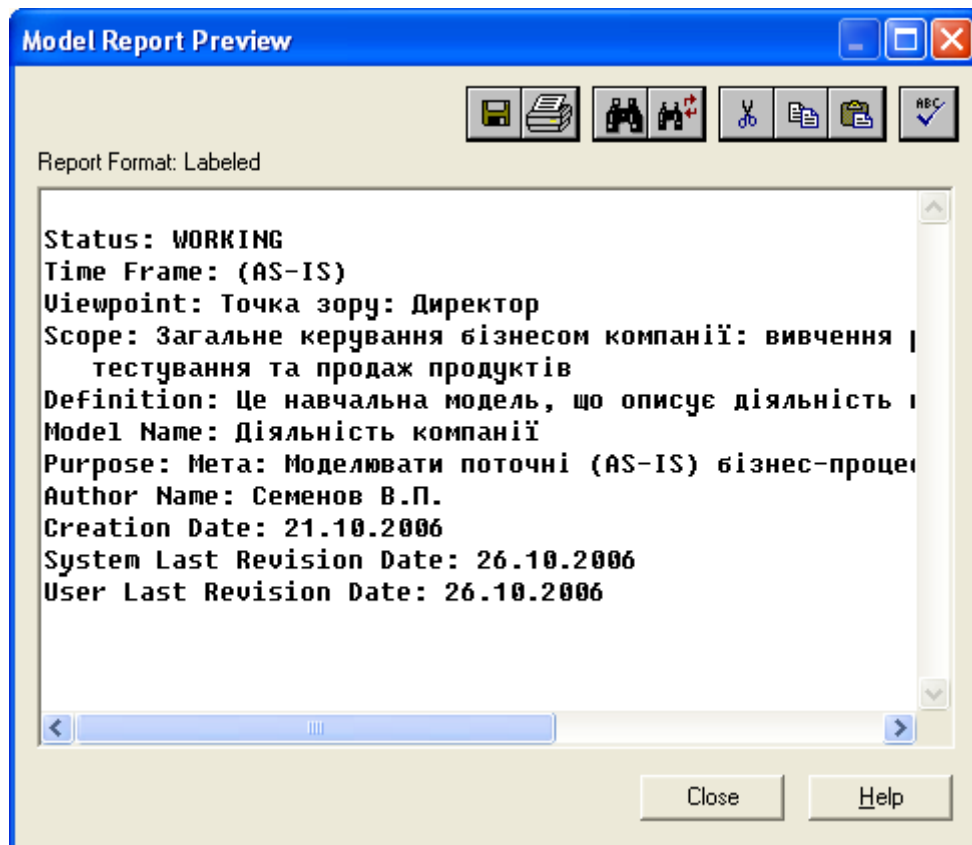

Рисунок 1.8 – Звіт *Model Report*
12. Створіть звіт по моделі за допомогою меню *Tools/Reports/Model Report* (рис. 1.8).